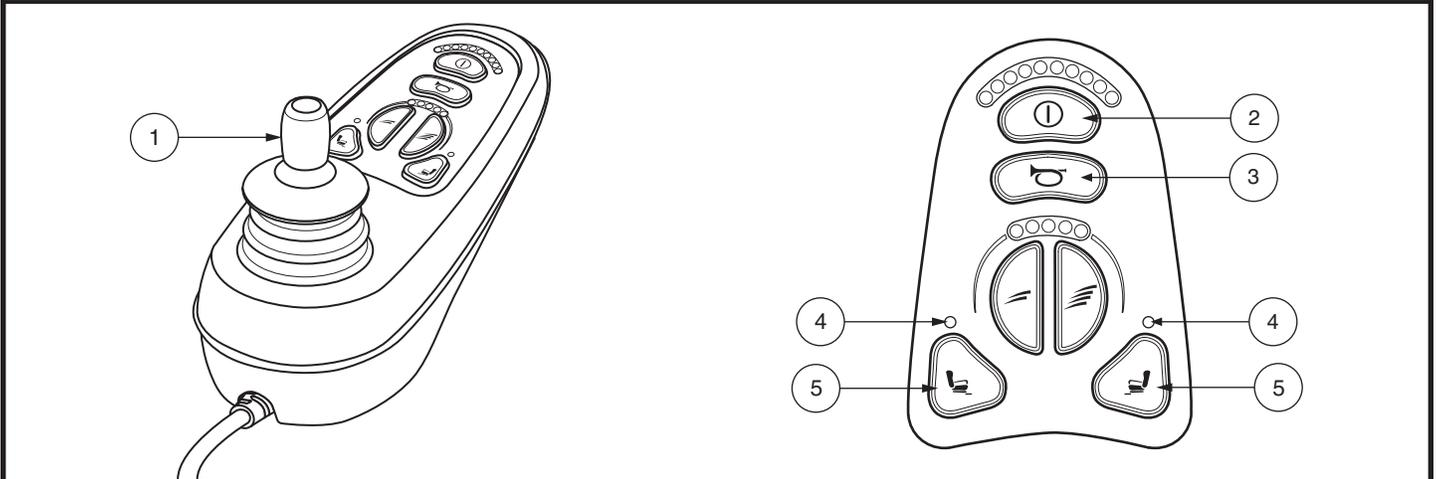

Bild 14. VR2 6-Tasten-Steuerung und Tastenfeld
1. Drücken Sie die Ein/Aus-Taste, um den Rollstuhl und die Steuerung einzuschalten. **Siehe Bild 14.**
2. Drücken Sie die gewünschte Stellantriebstaste, um den Stellantriebsmodus einzustellen. **Siehe Bild 14.**
5. Drücken Sie die Ein/Aus-Taste, um in den Fahrmodus zurückzukehren. **Siehe Bild 14.**